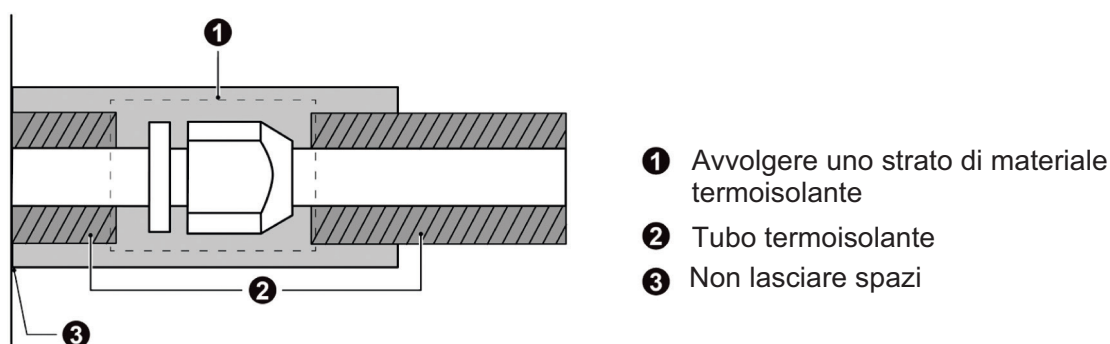

Fig. 3.4.10
- 2) I giunti delle Unità Interna ed Esterna devono essere avvolti con materiale isolante e non si deve lasciare alcun spazio libero tra il tubo e la parete: vedi la Fig. 3.4.10.